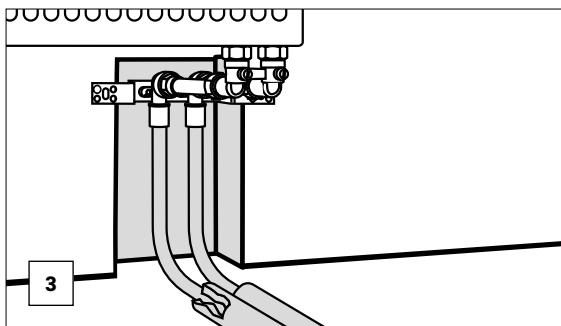

Fig. 14-6
1. Riportare la lunghezza del montante completa compresa la lunghezza di inserimento della sede per Eurokonus sul tubo. (Fig. 14-6).